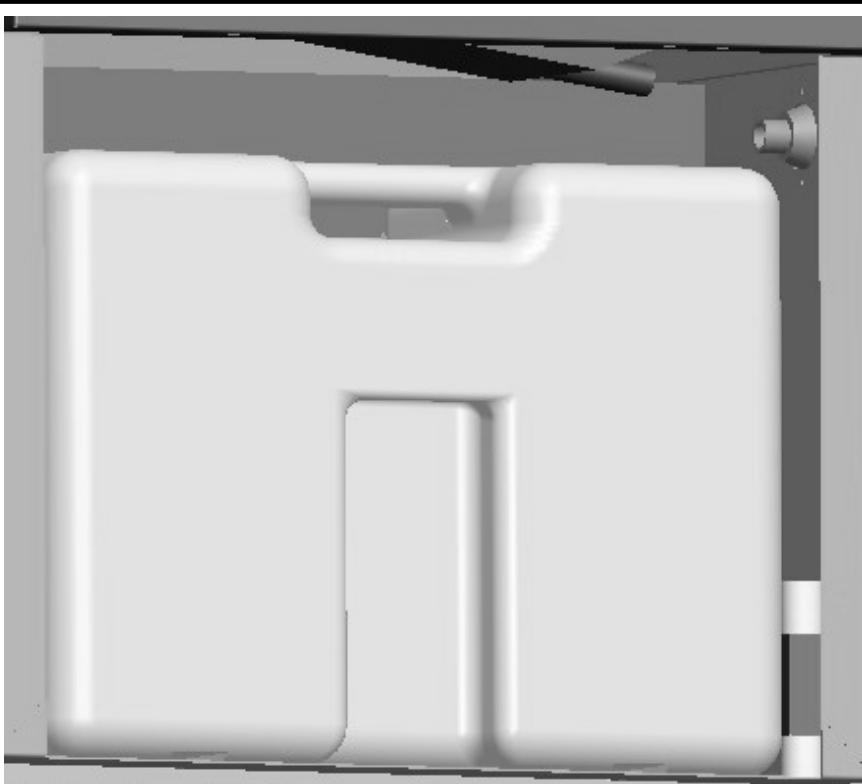

Fig. 19
► Nu indepartați rezervorul! Se conecteaza tubul după care se introduce în orificiul de evacuare din dreapta aparatului (FIG. 19, 20).